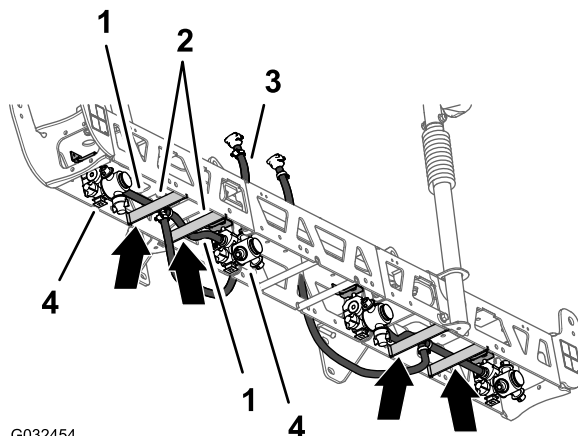
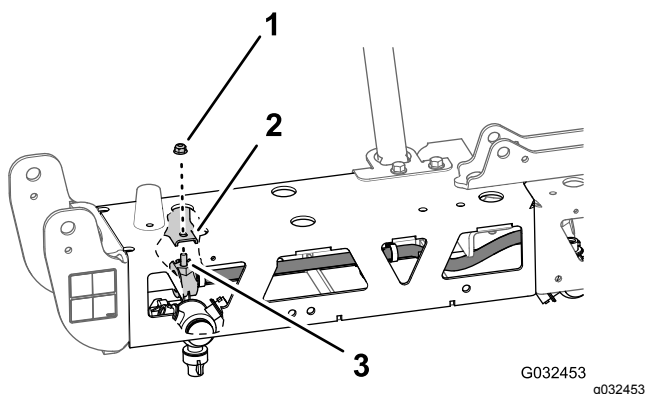

Рисунок 57
Рисунок 58
1. Проложите шланг диаметром 13 мм (10 дюймов) и сопла в сборе между скобами наружных ферм (Рисунок 57).
2. Проложите шланг и сопло над скобой фермы и наружу к наружному креплению сопла (Рисунок 57).
3. Вставьте болт с шестигранной головкой (5/16 x 3/4 дюйма) распылительного сопла в отверстие крепления сопла и установите, не затягивая, сопло на крепление с помощью фланцевой контргайки (5/16 дюйма) из доводочного комплекта системы опрыскивания GeoLink (Рисунок 58).
4. Проложите другой шланг диаметром 13 мм (10 дюймов) и сопло в сборе между скобами наружных ферм (Рисунок 57).
5. Проложите шланг и сопло над скобой фермы и внутрь к внутреннему креплению сопла (Рисунок 57).
6. Вставьте болт с шестигранной головкой (5/16 x 3/4 дюйма) распылительного сопла в отверстие крепления сопла (Рисунок 58) и установите, не затягивая, сопло на крепление при помощи фланцевой контргайки (5/16 дюйма), снятой при выполнении пунктов 1 и 4 раздела Демонтаж распылительных сопел (страница 26).
8. Проложите шланг и соединитель типа «елочка» 13 x 810 мм (1/2 x 32 дюйма) к боковой части средней секции опрыскивателя при помощи левого и правого опорных кронштейнов (Рисунок 57).
9. Повторите действия, описанные в пунктах 1 – 8, для другого шланга подачи в сборе с соплом на другой наружной ферме (Рисунок 57 и Рисунок 58).